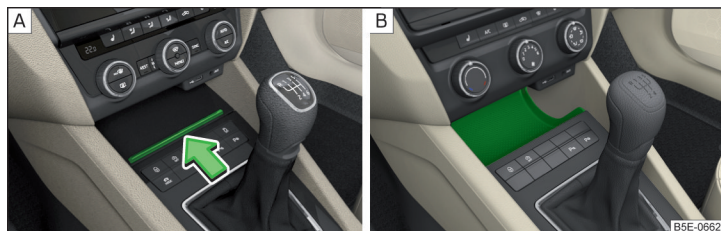

Fig. 80 Deschiderea compartimentului de depozitare / Compartimentul de depozitare nebloabil
- Pentru **deschidere**, apăsați bagheta în sensul săgeții » fig. 80 - [A].
Anumite variante de model nu dispun de capac la compartimentul de depozitare » fig. 80 - [B].